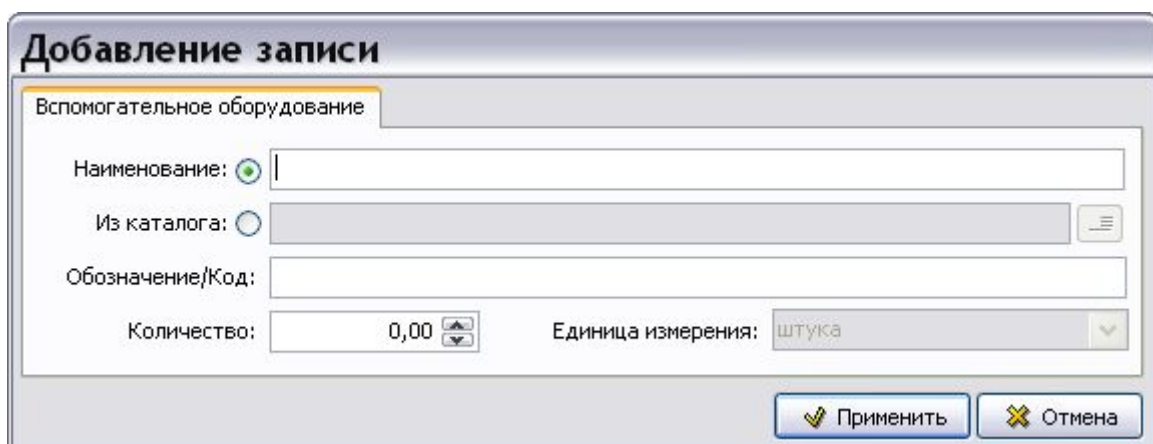

Рис. 5.45
1. Нажмите на кнопку **Добавить**  в правой части окна. При этом появится окно **Добавление записи** (Рис. 5.45).